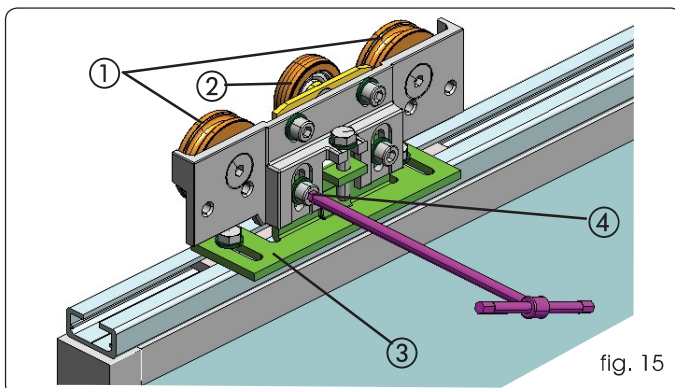

fig. 15
Les chariots sont équipés de deux roues de coulissement (fig. 15 réf. ①) et d'une roue de contre-poussée (fig. 15 réf. ②).
En outre, à la base des chariots, deux fentes permettent le réglage en profondeur du vantail (fig. 15 réf. ③).
- Desserrer légèrement les deux vis à tête cylindrique fig. 15 réf. ④.